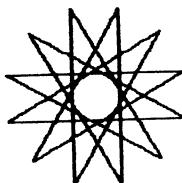

图 2.2 十二角星
2. 画十二角星：每次让海龟前进80步、右转150度，共重复12次。如图2.2